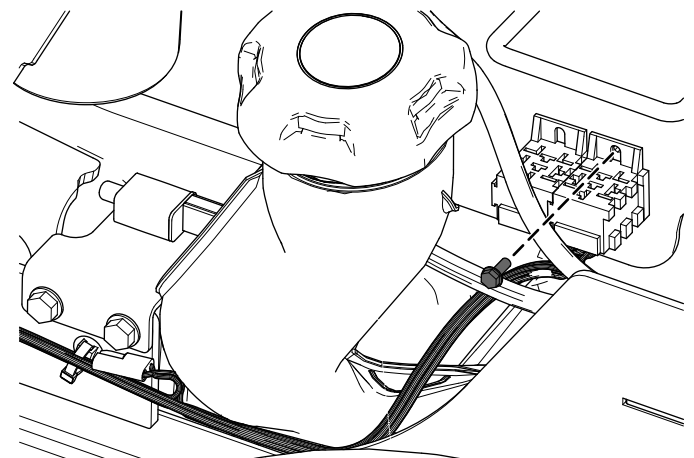

図 15
4. タップタイルねじを使用して、リレーの近くにワイヤハーネスを取り付ける 図 15。